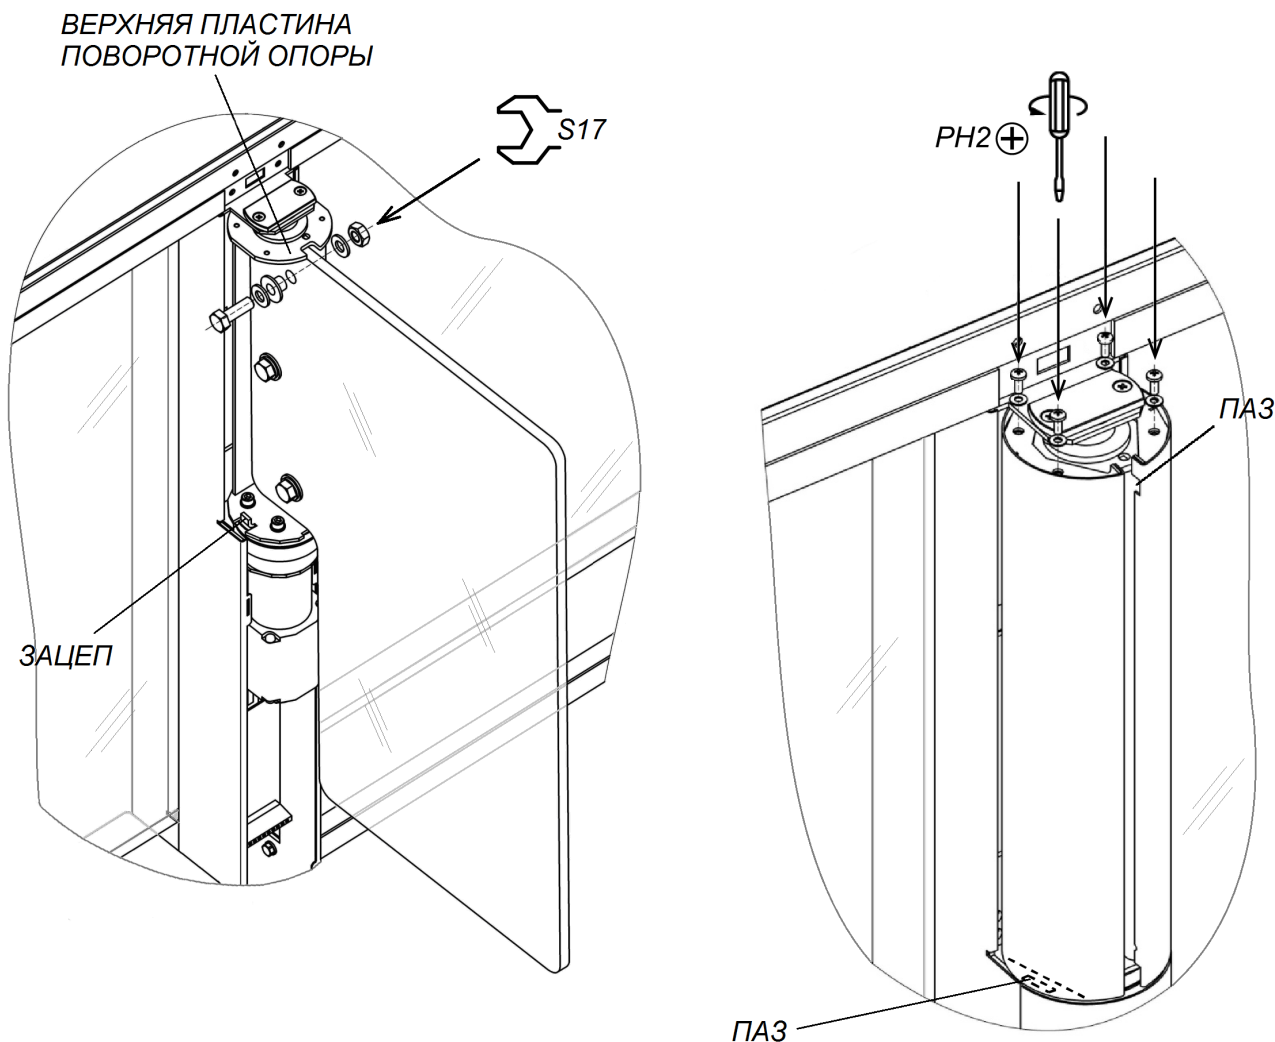
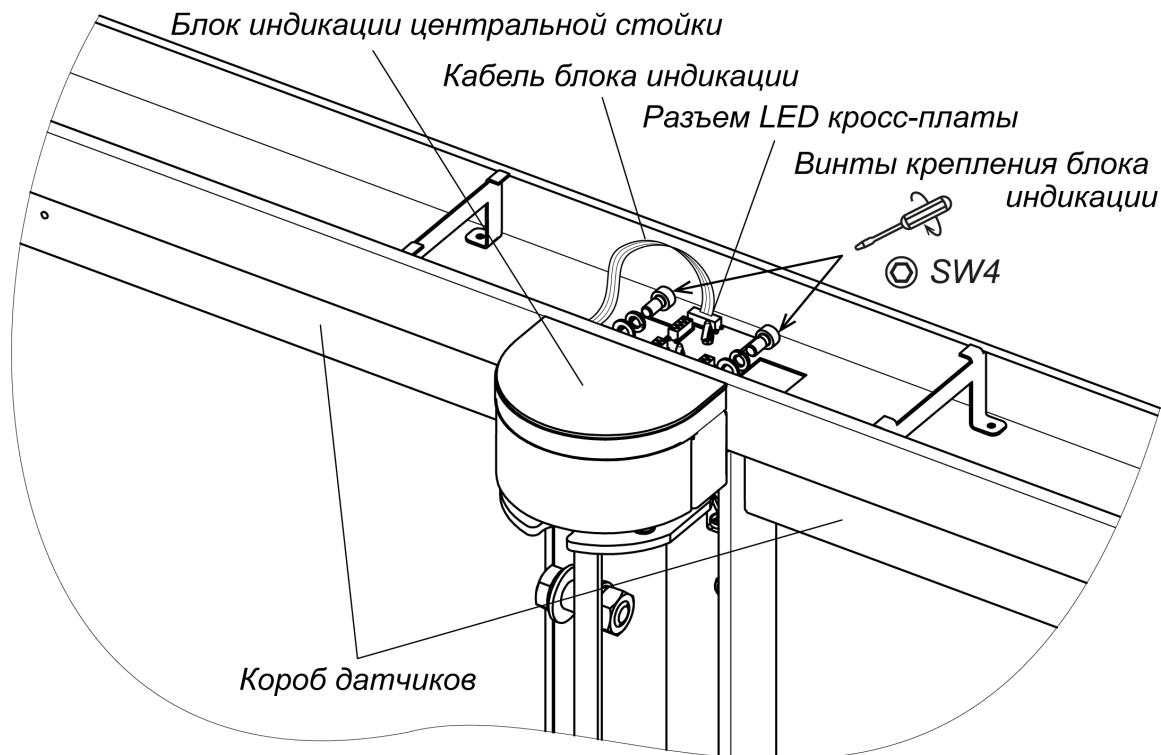
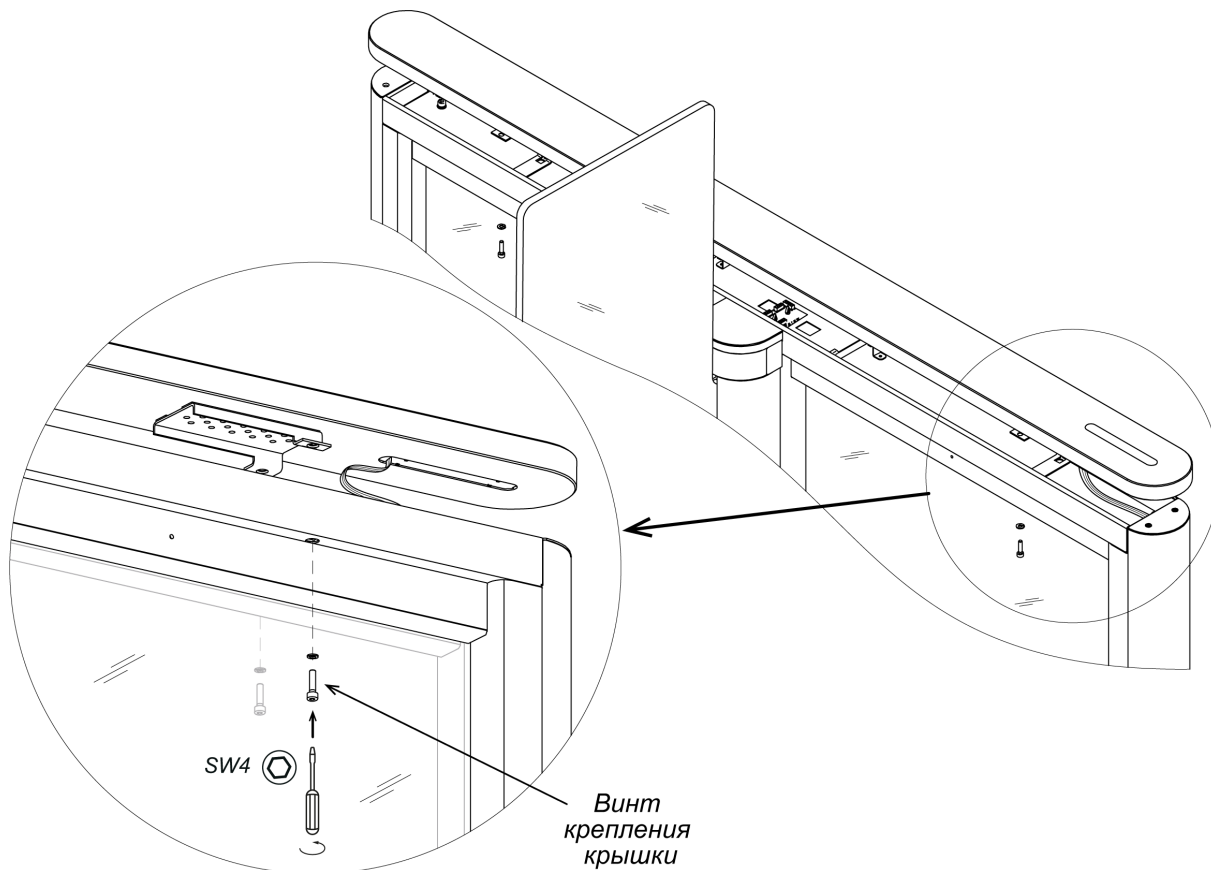

Рисунок 21. Створка и кожух створки
Рисунок 22. Монтаж блока индикации центральной стойки
Рисунок 23. Монтаж верхней крышки турникета
22. Распакуйте стеклянные створки (4) и произведите их монтаж (рис. 21, разд. 8.8.3).
23. Установите кожухи створок (3) из комплекта принадлежностей (рис. 21, разд. 8.8.4).
24. Установите на свои места передние панели боковых стоек (10) (разд. 8.8.2). После установки проверьте, чтобы верхний край панелей находился на одном уровне с корпусом секции.
25. Установите блоки индикации центральных стоек (5) (см. рис. 22, разд. 8.8.5) (взять в комплекте принадлежностей).
Снятие или установку створки (4) производите вдвоем. Створка к поворотной опоре крепится в трех местах при помощи болтов M10×30, шайб 10, втулок пластиковых и гаек M10 (см. рис. 21). Используйте рожковые ключи S17.
2. Смонтируйте одну из частей кожуха на поворотную опору створки. Для этого оденьте кожух на верхнюю пластину поворотной опоры через пазы в верхней части кожуха, после чего сдвиньте кожух вниз до конца, введя нижний паз кожуха в зацеп, расположенный в нижней части поворотной опоры (см. рис. 21).
Для установки блока индикации центральной стойки (5) (см. рис. 22):
- Установите блок индикации на площадку, расположенную над поворотной опорой створки, и при помощи шестигранного ключа SW4 зафиксируйте его на верхнем коробе стойки (7), используя два винта M5×10 с плоскими и пружинными шайбами из комплекта поставки.
Снятие блока индикации центральной стойки производится в обратном порядке. Перед этим необходимо демонтировать с секции турникета верхнюю крышку секции (6) (см. разд. 8.8.6, рис. 23).
Порядок монтажа верхних крышек секций (рис. 23):